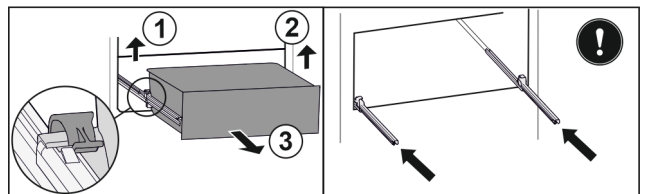

Fig. 153
- ▶ Повдигнете лявата скоба и едновременно с това изтеглете напред чекмеджето отляво. Fig. 153 (1)
- ▶ Повдигнете дясната скоба и едновременно с това изтеглете напред чекмеджето отдясно. Fig. 153 (2)
- ▶ Извадете чекмеджето напред. Fig. 153 (3)